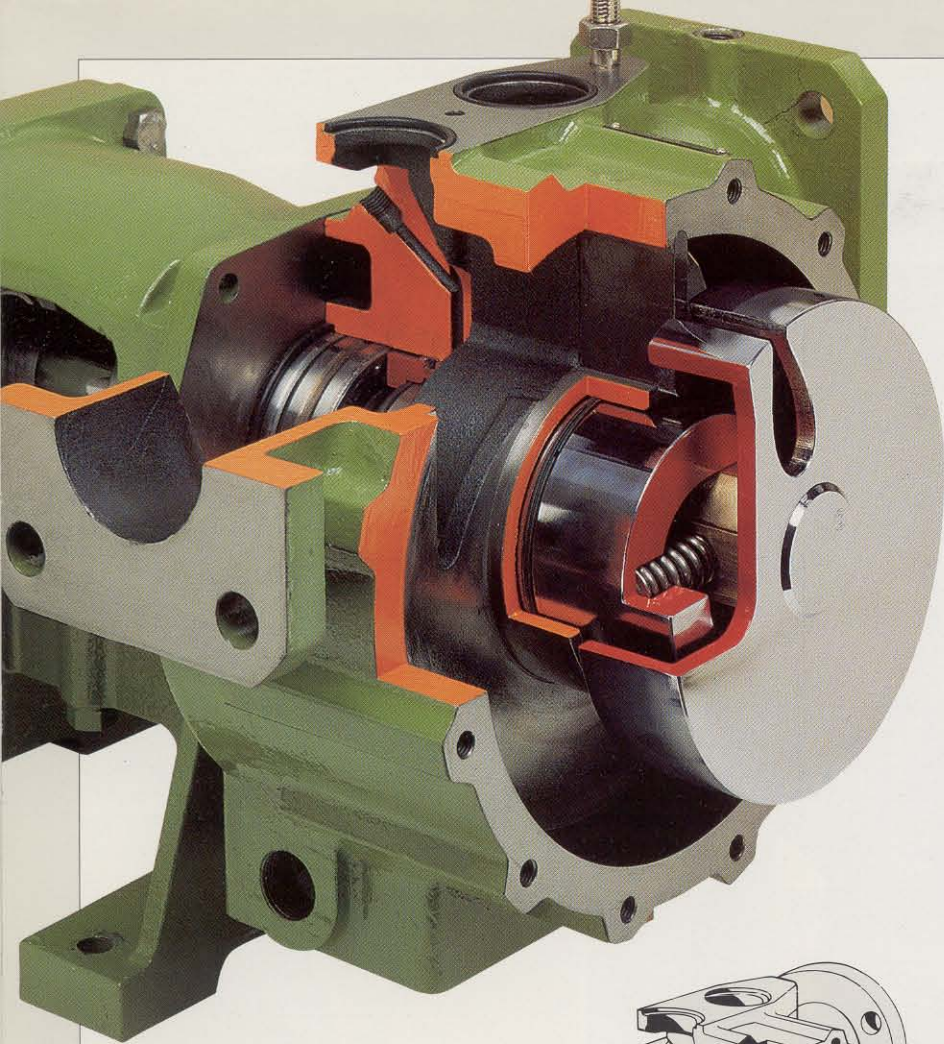

fig. 1
1. The casing (fig. 1), including two concentric cylindrical surfaces (A) closed by a cover and divided by a diaphragm (D) separating the suction and delivery ports (L) cut out of the rear flat wall.
2. The hollow disc (B), with central bearing and a specially-shaped slit for the diaphragm.
3. The shaft (M), with expanded head, with an eccentric hole for the elastic device (E) providing a flexible radial connection between the shaft and the disc bearing.
1. Le corps de la pompe (fig. 1) qui comprend deux surfaces cylindriques concentriques (A) fermées par un couvercle (C) et unies par un diaphragme (D) qui sépare les orifices (L) d'aspiration et de refoulement sur la paroi du fond.
2. Le disque creux (B) avec axe central et coupe profilée pour permettre le passage du diaphragme.
3. L'arbre (M), avec tête élargie à une cavité excentrique permettant d'introduire le dispositif élastique (E) qui assure un raccordement radial flexible entre l'arbre et l'axe du disque.